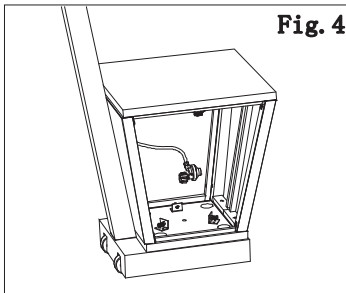

Fig. 4
1. Ouvrez la porte et le robinet de commande à l'extérieur. Voir Fig 4.